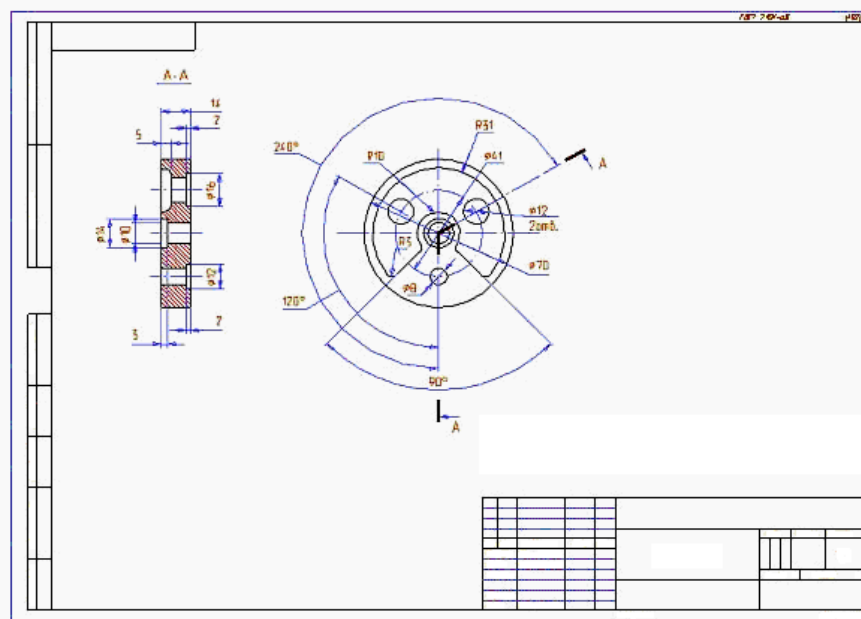

Рисунок 1.29 - Вигляд креслення після перенесення і заповнення штампу
6. Ваше креслення повинне виглядати таким чином (рис. 1.29):